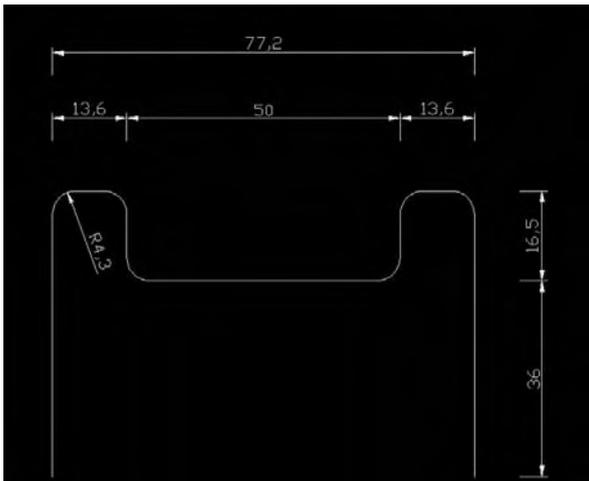

Fig.17.2
- 3] Tracez la trajectoire pour la structure avant du siège, selon les dimensions de la figure 17.2. Tous les raccords ont le même rayon. L'ensemble doit former une polyligne.